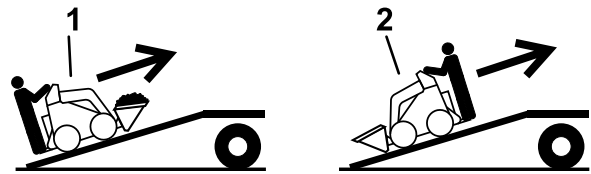

Bild 13
5. Fahren Sie beim Verladen auf den Anhänger mit dem schweren Ende der Maschine auf die Rampe und befördern Sie Lasten niedrig (Bild 13).